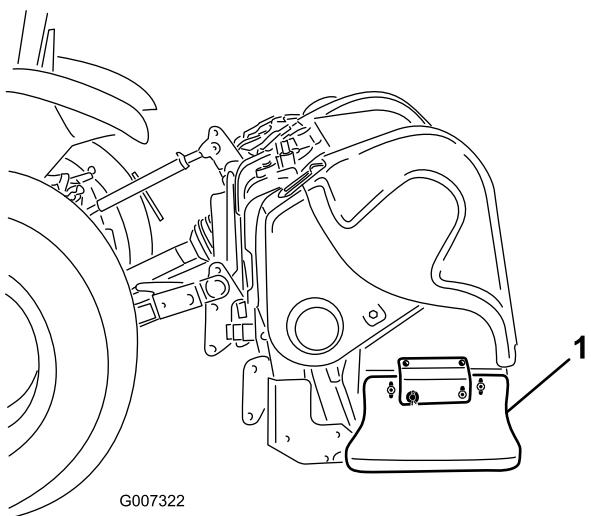

図39
- サイドシールドをフレームに固定しているボルトとナットをゆるめる図39。